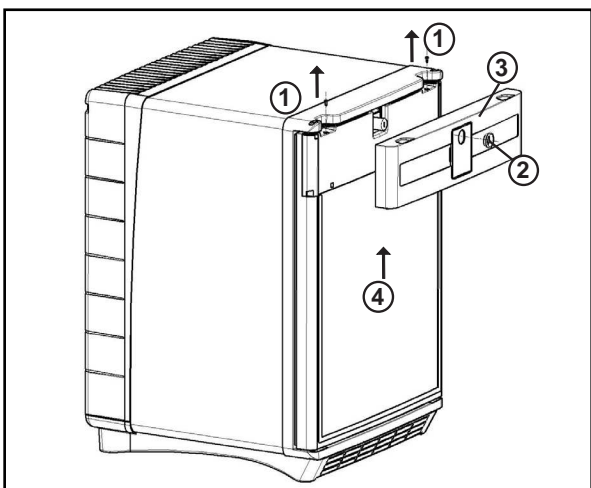

Figure 11.
10. Remplacement de l'habillage de porte (Fig. 11)